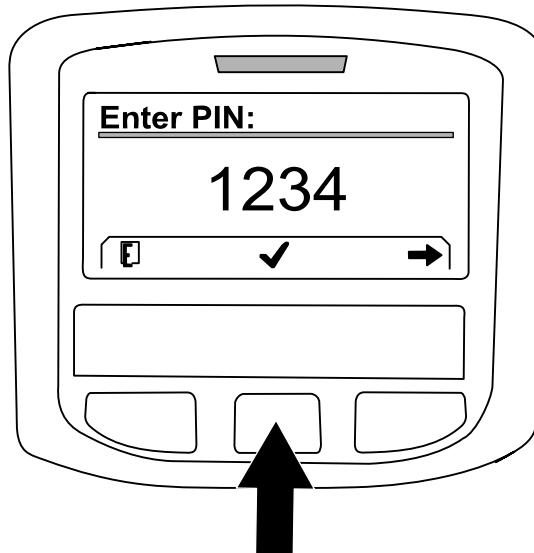
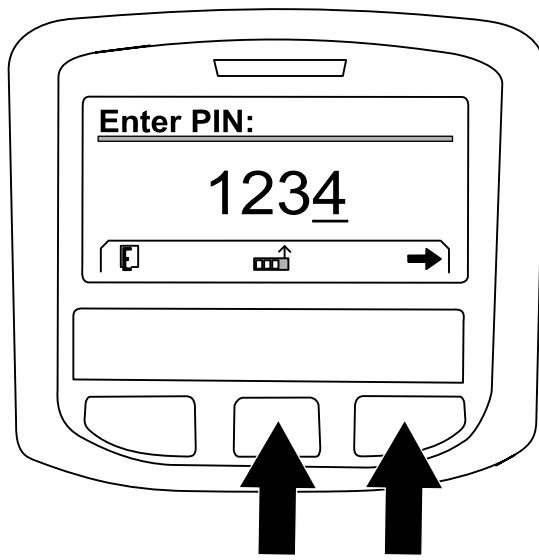

Рисунок 229
Рисунок 228
- Нажмите среднюю кнопку необходимое количество раз, чтобы ввести цифру ПИН-кода для левой позиции (Рисунок 228).
- После этого нажмите правую кнопку, чтобы перейти к следующей позиции цифры ПИН-кода (Рисунок 228).
- После того как будут введены все цифры ПИН-кода, нажмите правую кнопку (Рисунок 228) а затем нажмите среднюю кнопку, чтобы ввести ПИН-код в память (Рисунок 229).